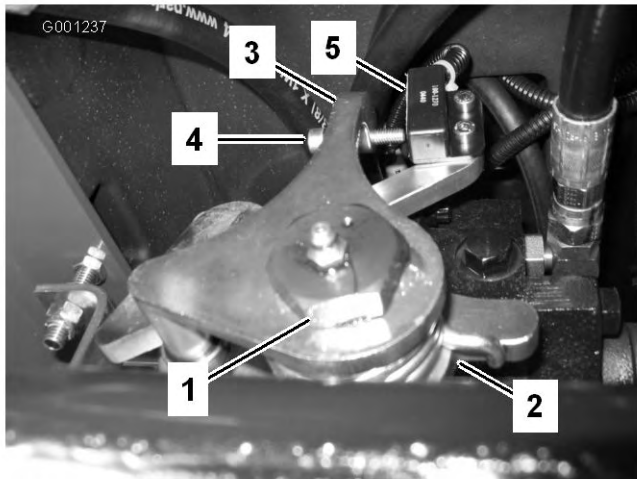

図 57
3. 走行調整カムの反対側にある固定ネジをゆるめる (図 57)。
7. ニュートラル復帰アームのネジ (図 57) を調整してネジの端部とスイッチとの隙間を 2.286～3.048 mm とする。